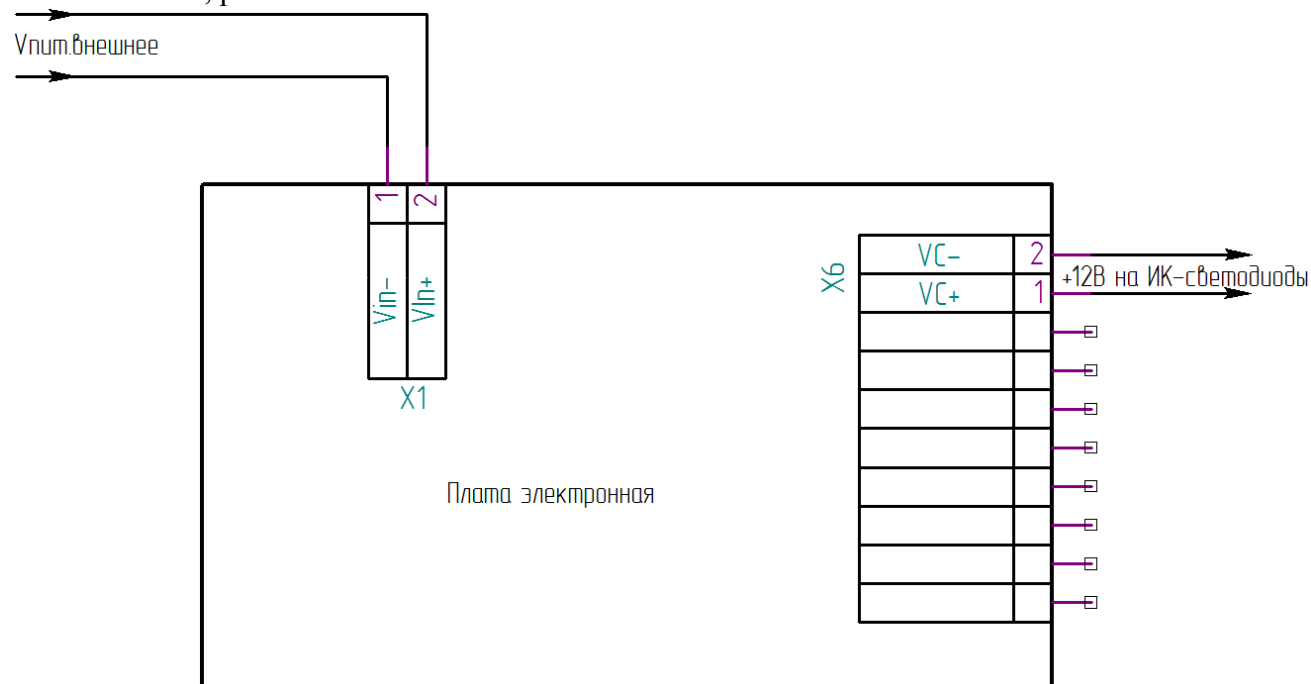

Рисунок 6 – Схема подключения ИК-прожектора
- Осуществить монтаж соединительного кабеля в кабельном вводе в соответствии со схемой подключения, рис. 6.